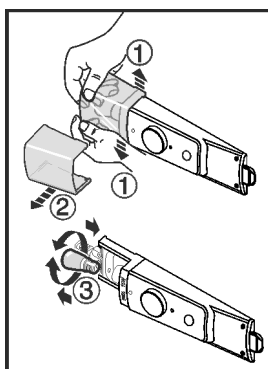

Fig. 11
- Écarter le couvercle de la lampe vers l'intérieur, à l'avant Fig. 11 (1), comme illustré et le retirer sur le côté Fig. 11 (2).
- Remplacer la lampe. Fig. 11 (3)